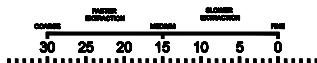

Рис. 4: степень помола варьируется от 0 до 30 — от мелкого до крупного. Установите большее значение для получения более крупного порошка.
На контейнере для зерен имеется маркировка для выбора нужной степени помола, см. рис. 4. Проверьте, что желаемая степень (1) на контейнере установлена в положение индикатора (как показано на рис. 5).